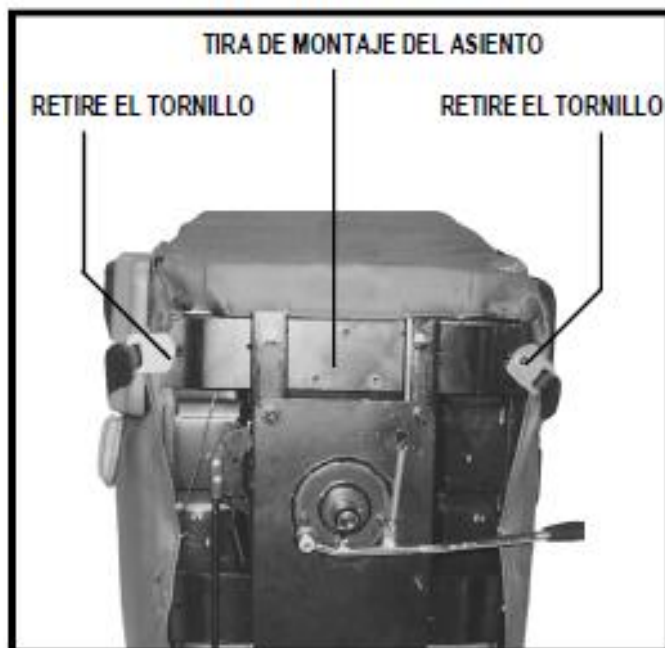

Figura 13.
2. Coloque el asiento bocabajo para poder ver la parte inferior de la base del asiento. (Figura 13).